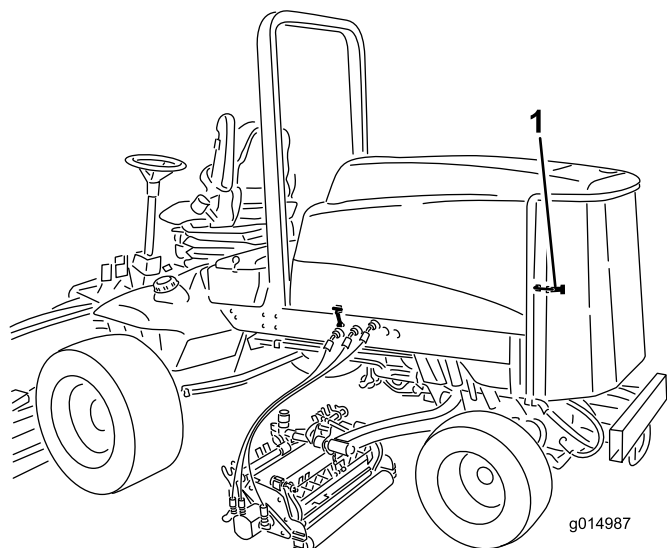

Figura 74
1. Destranque e abra o painel traseiro (Figura 74). Limpe cuidadosamente os detritos do painel.